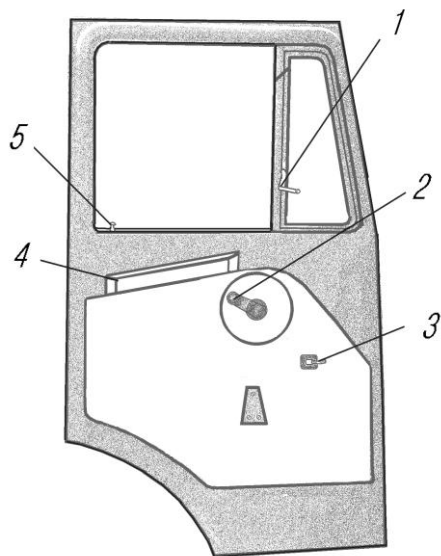

Рис. 75. Дверь кабины:
**Двери кабины** (рис. 75) снабжены замками для запираания кабины. Дверь снаружи запирается ключом, а изнутри — кнопкой для запираания.